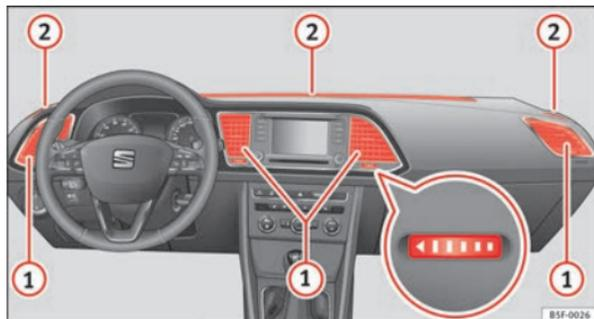

Abb. 116 Auf der Schalttafel: Luftzerstäuber.
Damit eine ausreichende Heizleistung, Kühlung und Luftzufuhr im Fahrzeuginnenraum erreicht wird, sollten die Luftaustrittsdüsen ⇒ Abb. 116 ① geöffnet bleiben.